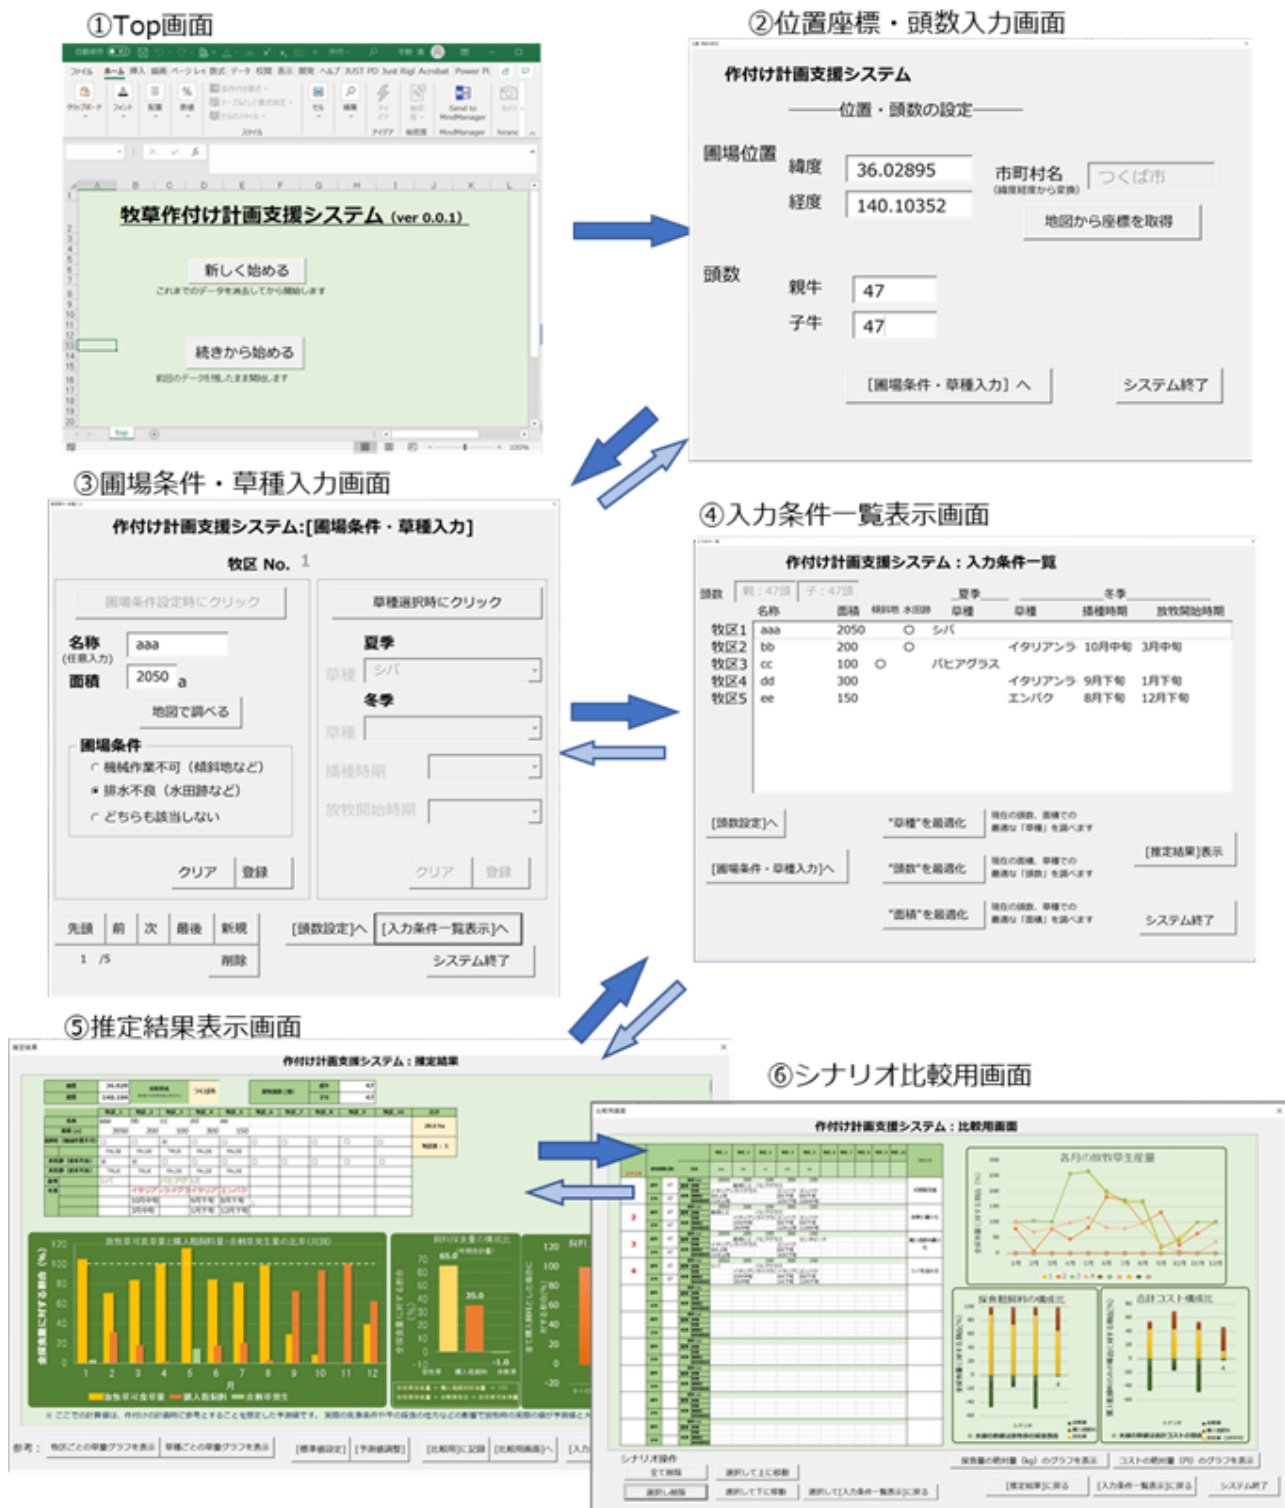

図2 作付け支援システムの入出力画面とフロー
- 大まかな操作フローは以下の通りです：①トップ画面（Excelワークシート）でボタンを押して開始します。② まず、圃場の位置座標と放牧頭数を入力し、③各圃場の面積や土地条件、作付けする草種を入力します。④入力条件一覧表示画面で入力内容を確認したのち、⑤その条件でのコスト等の推定値を確認します。⑥その結果を保存し、他の条件（シナリオ）の推定値との比較を通して最適な作付けを決定します（図2）。